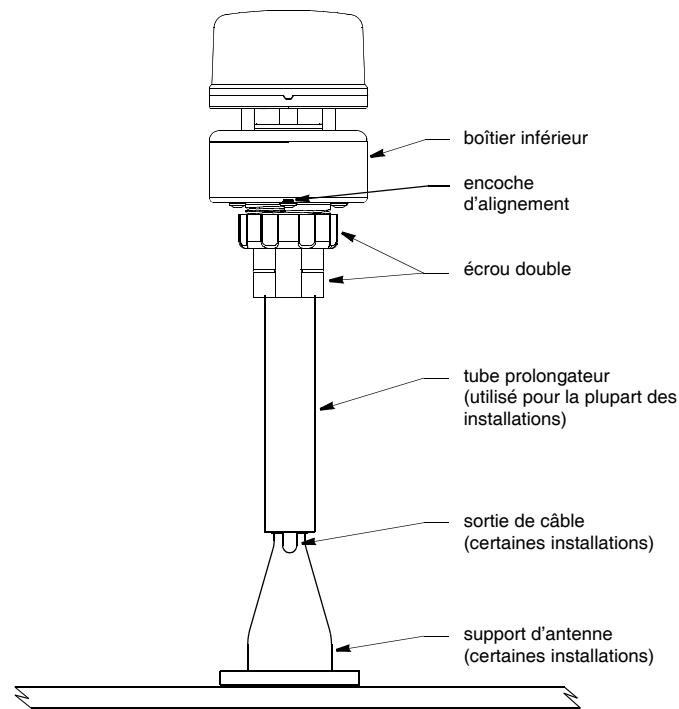

Figure 4. Installation (Modèle illustré: 150WX)
2. Positionnez les accessoires de fixation perpendiculairement à la surface d'installation. Si nécessaire, utilisez des cales pour niveler la surface d'installation (voir Figure 4).
6. Au besoin, vissez un tube prolongateur sur le support d'antenne (voir Figure 4).
4. Pour une mesure précise de la direction du vent, veillez à orienter correctement l'encoche d'alignement. Tenez fermement le boîtier inférieur du capteur WeatherStation sous la plaque réflecteur et maintenez-le en position correcte (voir Figure 4).
5. Faites coulisser l'écrou prisonnier vers le haut et vissez-le dans le boîtier inférieur du capteur WeatherStation (voir Figures 4 et 5). **Serrez à la main** uniquement. Ne serrez pas exagérément. *Veillez à ne pas faire pivoter le capteur WeatherStation ce qui en modifierait l'alignement. Veillez également à ne pas desserrer l'écrou du support d'antenne ou du tube prolongateur.*